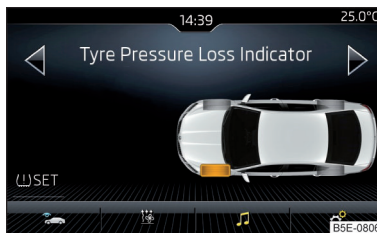

Fig. 286
- ▶ Atingeți suprafața de comandă funcții  **SET** » fig. 286.
Când lampa de control luminează  în panoul de bord, pe Infotainment se poate afișa anvelopa afectată » fig. 286.